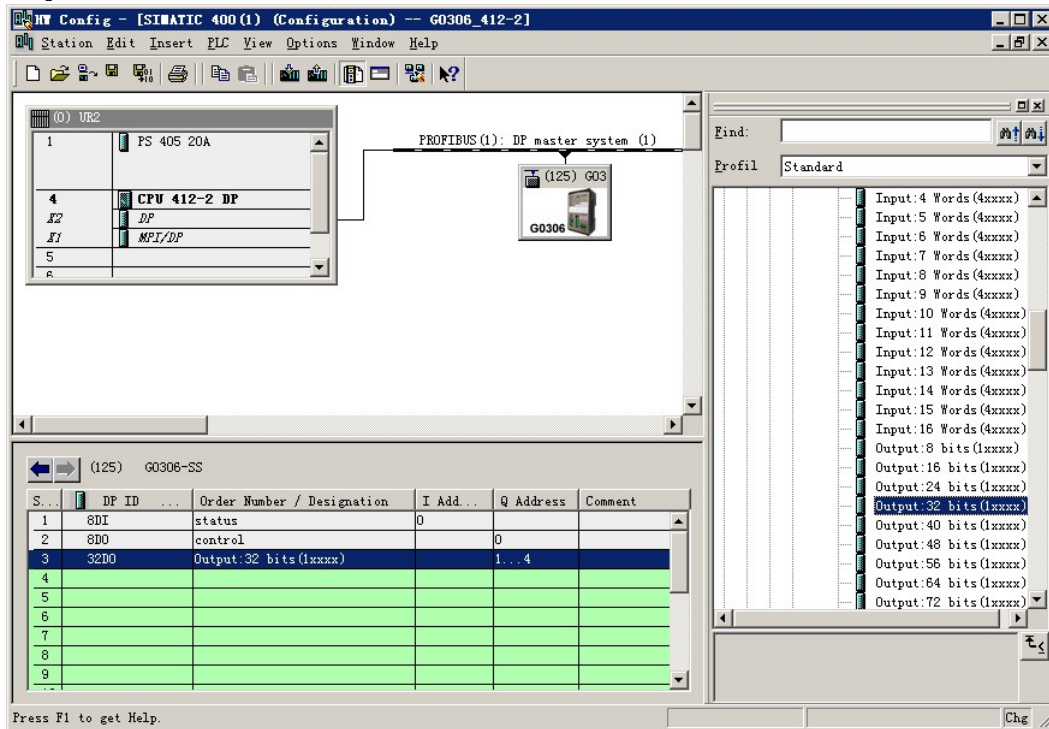

图44 添加“Output:32 bits(1xxxx)”模块
a) 添加“Output:32 bits(1xxxx)”模块，如图44所示：